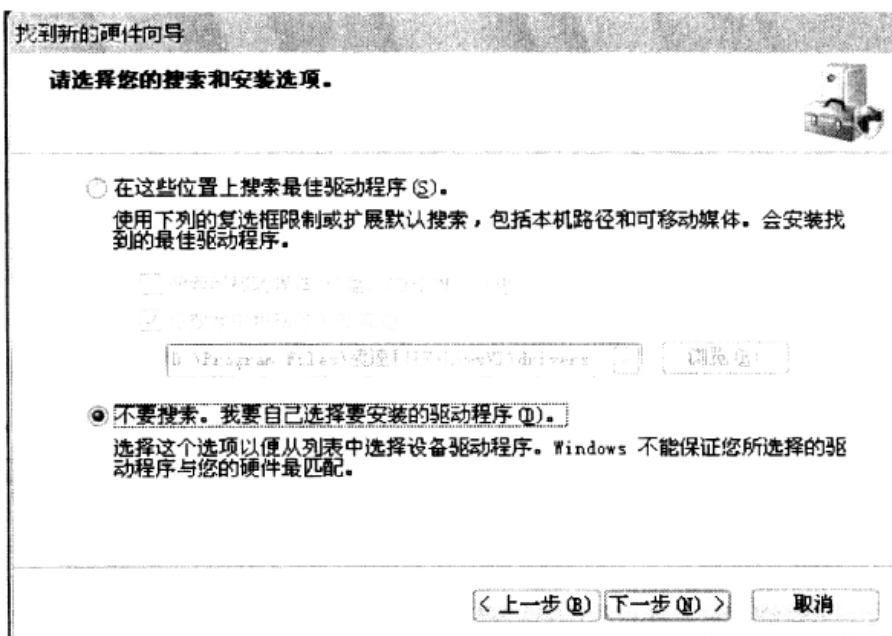

图 1-21 仿真器识别步骤 2
- ② 选择“不要搜索。我要自己选择要安装的驱动程序(D)”，单击“下一步”，如图 1-21 所示。